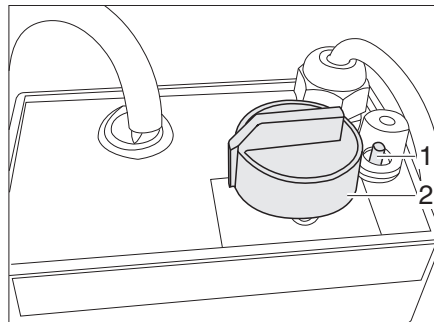

Fig. 305 Régulateur du chauffage électrique du plancher/du lit
- Tourner le bouton tournant (Fig. 305,2) sur le niveau de chauffage souhaité.
- Tourner le bouton tournant (Fig. 305,2) sur « 0 ».
Quand le régulateur est surchargé, la protection contre les surcharges se déclenche. La tige (Fig. 305,1) ressort.
- Enfoncer la tige (Fig. 305,1) de la protection contre les surcharges une fois le régulateur refroidi.